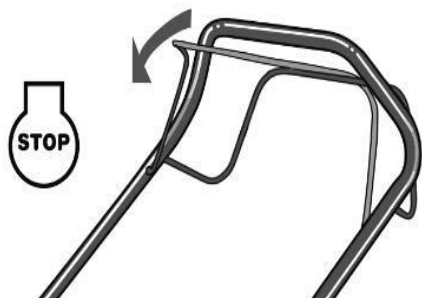

Fig.8C
5. Solte a alavanca de controle do freio para parar o motor e lâmina. (Fig.8C)